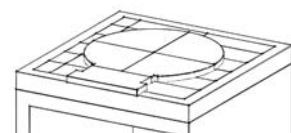

Fig. 4
4. Disporre a secco gli elementi del **piano di cottura** accostandoli al centro (Fig.4).